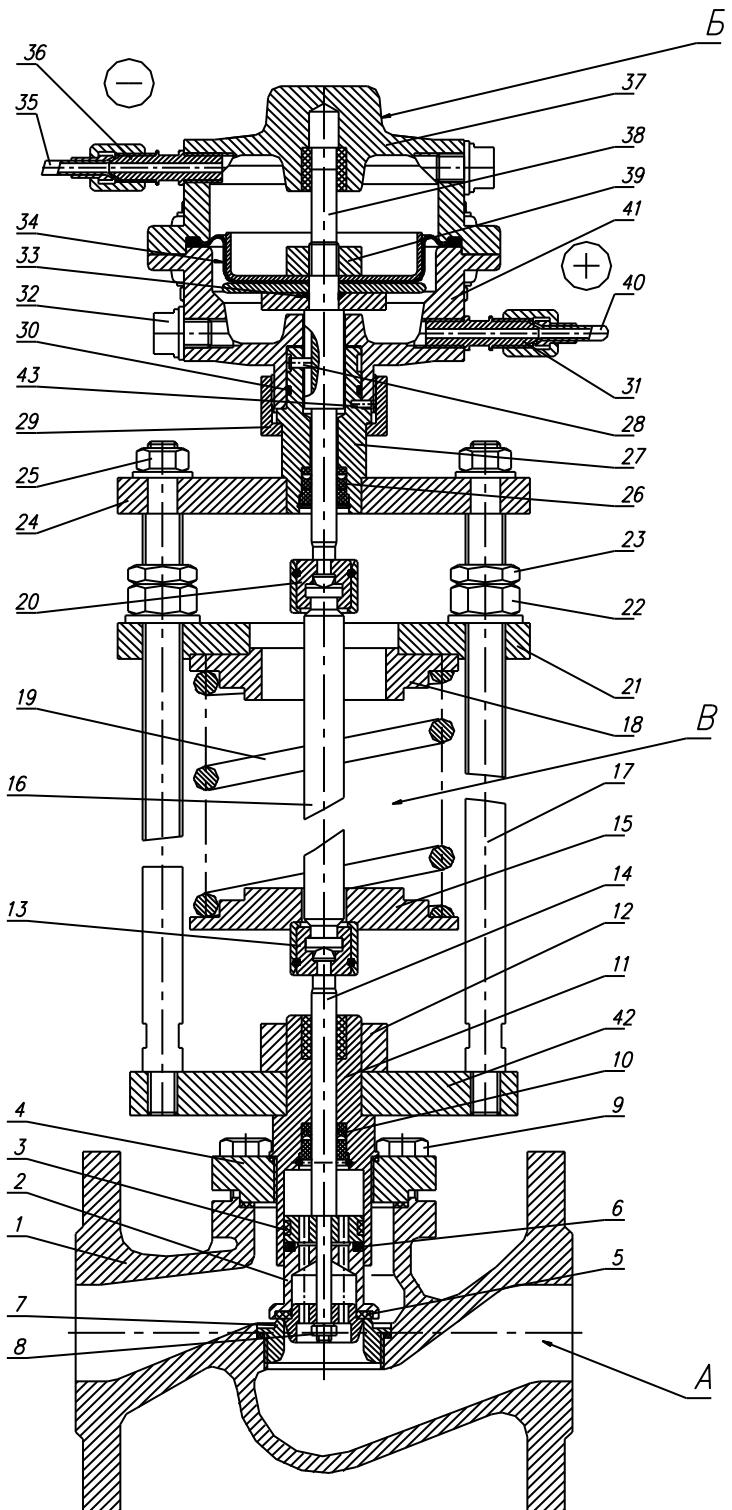

Рисунок 1. Общее устройство регулятора РД-В-40.
2.2.5. Регулятор устанавливать на горизонтальном участке трубопровода согласно схеме подключения (см. рис.1 приложения А). Перед регулятором установить магнито-сетчатый фильтр.